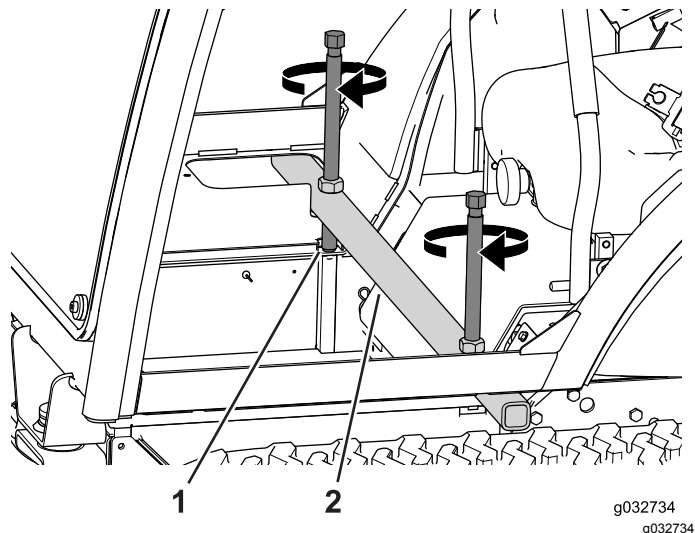

Figure 113
3. Positionnez la barre de levage transversalement sur le cadre de la cabine (**Figure 113**).
4. Tournez alternativement chaque vis de levage de quelques tours à la fois jusqu'à ce que la cabine pivote vers l'avant (**Figure 113**).